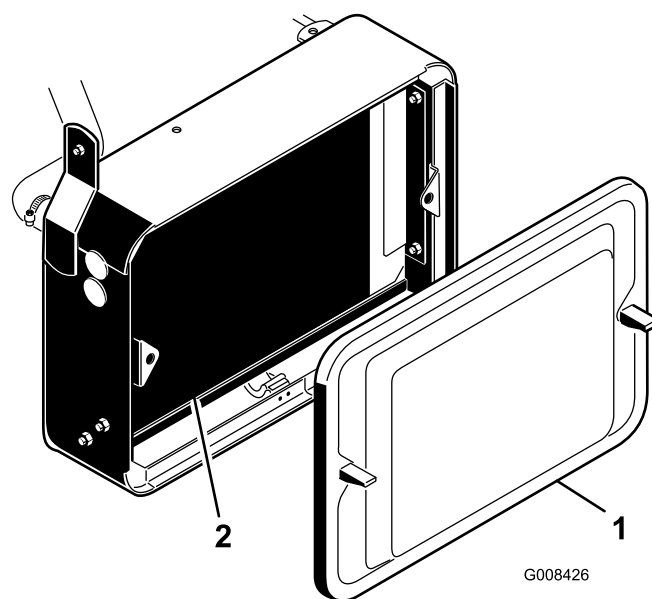

Figure 52
1. Retirez l'écran du radiateur (Figure 52).